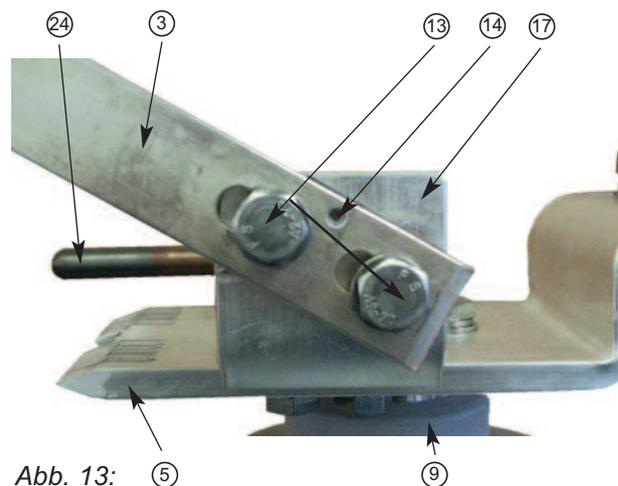

Abb. 13: ⑤
- Eine im Kontaktarm (3) vorgefertigte Bohrung $\varnothing 4$ mm ist durch Bohren $\varnothing 4$ auf den Kontaktwinkel (17) durchgehend zu übertragen.
Abschließend wird die endgültige Position des Kontaktarmes (3) durch Einbringen eines Spannstiftes 4x16 (14) fixiert. (Abb. 13)